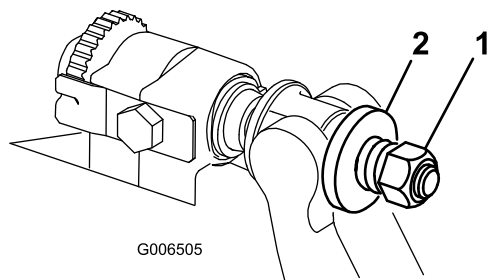

Figura 36
- Aperte a porca da mola tensora até que a mola fique recolhida; em seguida, desaperte meia volta (Figura 36).